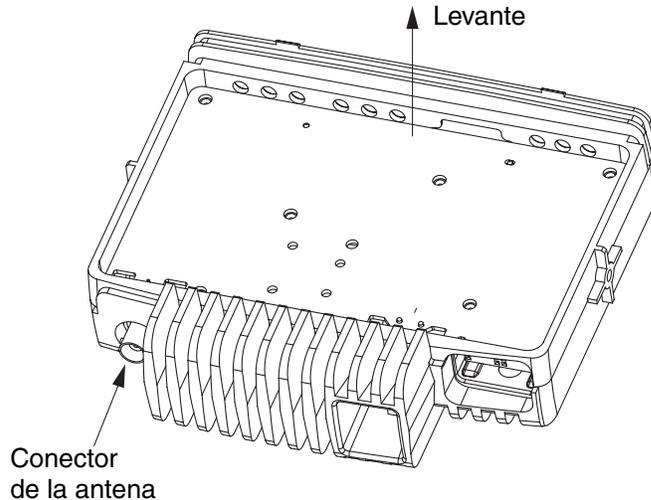

Figura 2-5 Retiro de la tarjeta del transceptor
3. Levante lentamente la tarjeta del transceptor por el borde de la parte frontal del radio (el borde que se acopla con el cabezal de control) y hale suavemente hacia la parte frontal del radio como se muestra en la Figura 2-5. Asegúrese de retirar el conector de la antena y el conector de alimentación del chasis deslizándolos hacia la parte frontal.